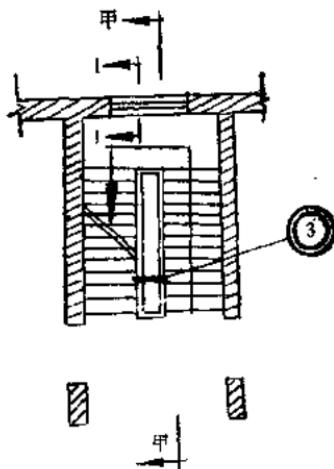

图 1-11 楼梯间的平面图
剖线是一个很粗的虚线，为了保持图面的整洁，我们常常把中间的一段线省略掉，只剩下两头的一段。图1-11是楼
如果要剖开平面图或立体图上的一部分，也可以加上剖线如图1-11的1-1剖面；另一种办法是用索引号，请看图1-11，我们要看楼梯扶手的小剖面，便用引线引出来，再找到双圈③号节点图，就是扶手的剖面图。看的方向是从长的细线向短的粗线那边看过去，这两种方法都只是在小节点上用的。